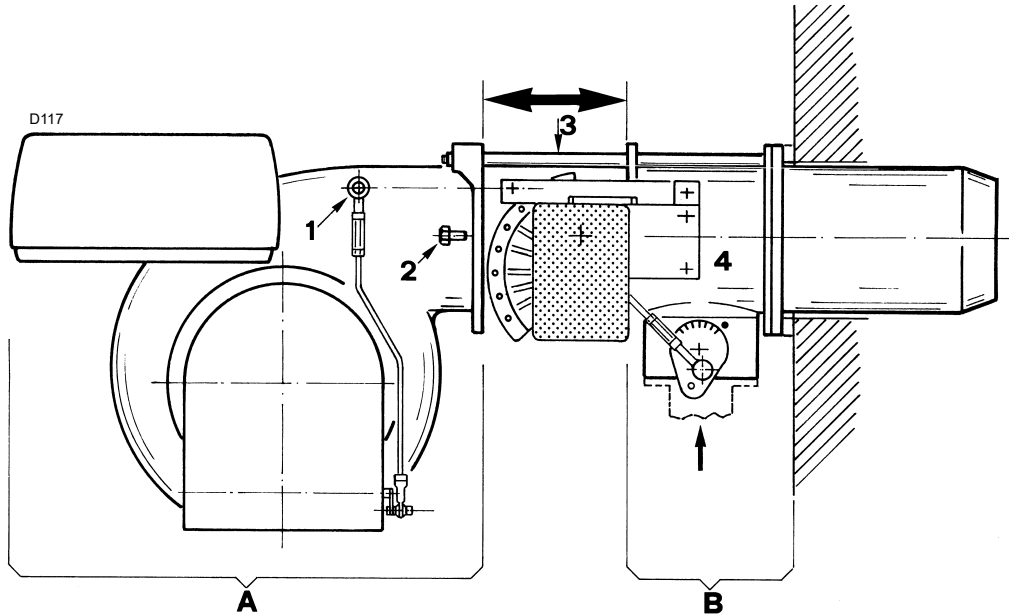

Fig. 33
- Décrocher la rotule 1)(Fig. 33) du levier de commande du volet d'air ;